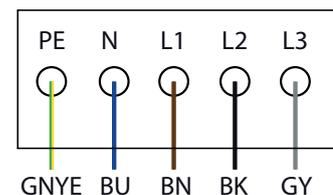

Bild 14: AC-Anschlussklemmen
6. Leitungen entsprechend der Beschriftung der Leiterplattenklemmen (Bild 14 auf Seite 18) anschließen.